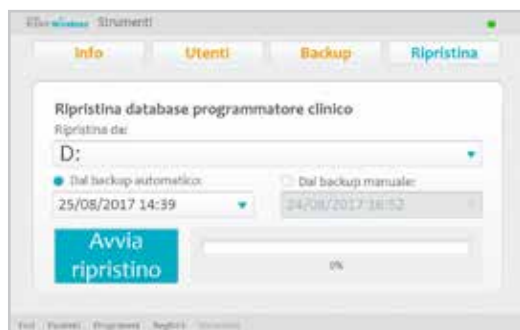

Figura 8-45 - Finestra relativa al ripristino
3. aprire il software H200 Wireless e accedere utilizzando il nome utente e la password dell'amministratore. Premere il menu Strumenti e poi la scheda Ripristina. Si apre la finestra Ripristino (Figura 8-45);